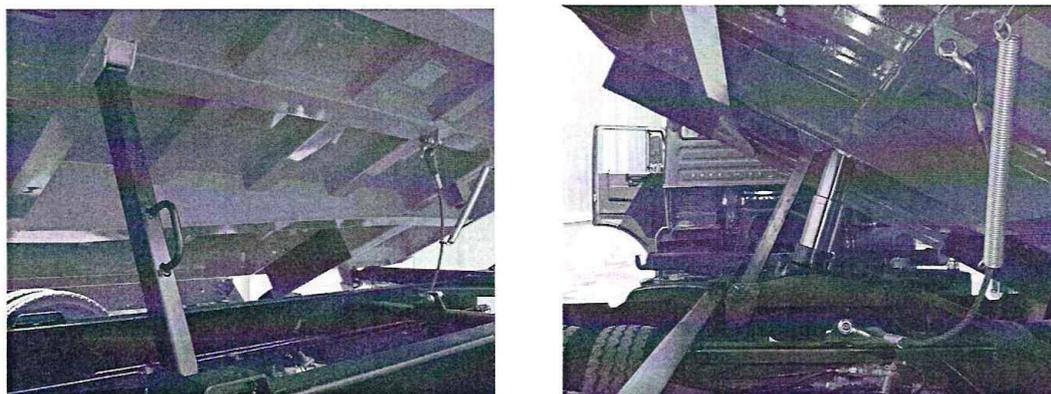

Рис. 24. Страховочная штанга, платформа в поднятом положении, страховочный трос.
8.1.20. При необходимости работы под поднятой (**не грузовой**) платформой самосвала установите страховочные штанги 1 (рис. 24) с левой или с правой стороны в специальные гнезда – ловители 2 под углом 90 градусов относительно поперечины основания платформы.
8.1.22. От чрезмерного опрокидывания при разгрузке платформу удерживает страховочный трос, закрепленный на поперечине рамы прицепа одним концом, а другим к основанию платформы (см. рис. 24).